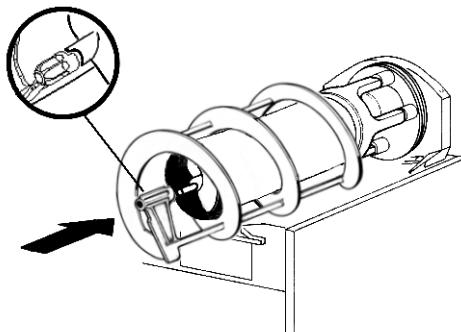

Bild 16
- 6 Die äußere Schnecke über den Verdampfer schieben. Dabei ihr Vorderende an die Welle der inneren Schnecke passen und die Mitnehmerlappen in Übereinstimmung bringen (Bild 16).